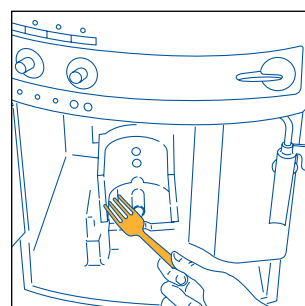

Fig.30
- limpie muy bien el interior de la máquina. Para quitar el café incrustado en la paredes interiores, rasque con un tenedor de madera o de plástico (fig. 30) y después aspire los restos con una aspiradora (fig. 31);